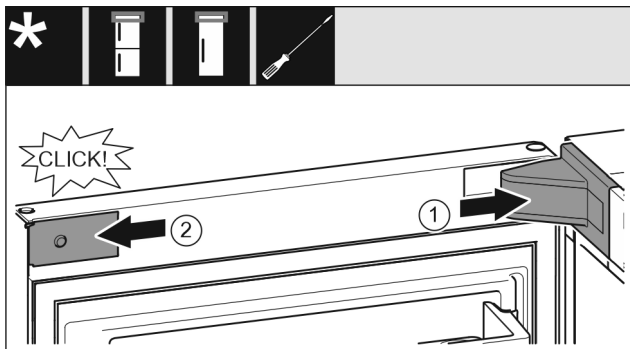

Fig. 21
- Nasadíte a zaklapnete kryt stojanu ložiska Fig. 21 (1), příp. opatrně přitlačíte od sebe.
- Z boku nasadíte zámek Fig. 21 (2) a zaklapnete.